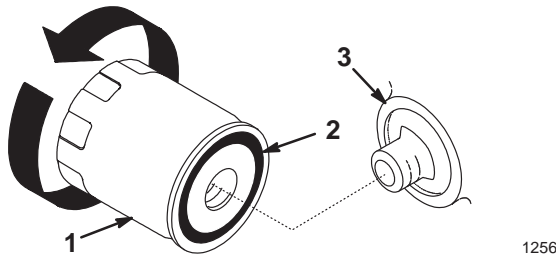

Figure 15
11. Changez le filtre à huile au besoin (Fig. 15).
2. Déposez le filtre à huile usagé et essuyez la surface du joint de l'adaptateur (Fig. 15).
3. Appliquez une fine couche d'huile neuve sur le joint en caoutchouc du filtre de rechange (Fig. 15).
4. Posez le filtre à huile de rechange sur l'adaptateur. Tournez le filtre dans le sens horaire jusqu'à ce que le joint touche l'adaptateur, puis donnez 1/2 à 3/4 de tour supplémentaire (Fig. 15).